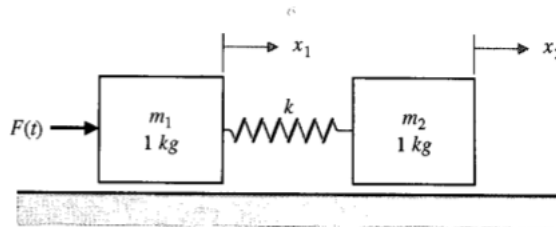

Figura 2: Sistema com duas massas.
As células CD4+ saudáveis são produzidas a uma taxa constante s pelo organismo, e morrem naturalmente numa proporção d , com relação do número de células existentes. No indivíduo saudável, essa é a única dinâmica existente, representada pela equação (4) com $v = 0$. Após a infecção ($v \neq 0$ em $t = 0^+$), inicia-se a transformação de células CD4+ saudáveis em células infectadas, através da interação das células saudáveis com os virions, sendo essa dinâmica representada pela equação (5). Inicia-se também a produção de virions pelas células CD4+ infectadas, representada pela equação (6). A Figura 2 esquematiza esse processo de infecção.